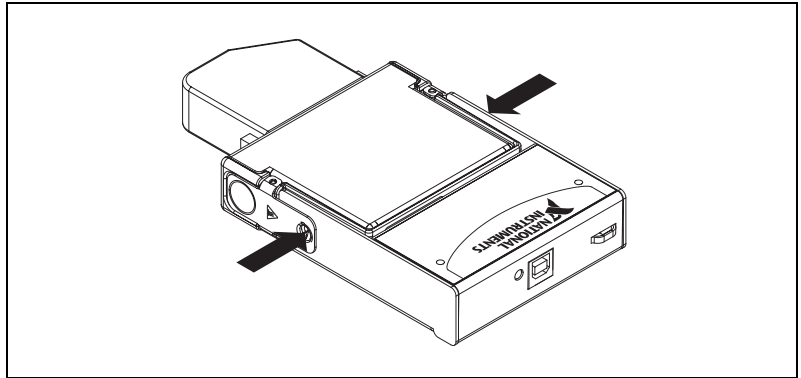

图 4 锁定模块
5. 如图 4 所示，用力按压 NI 9481 模块与外盒的连接部分，直至模块固定到位。